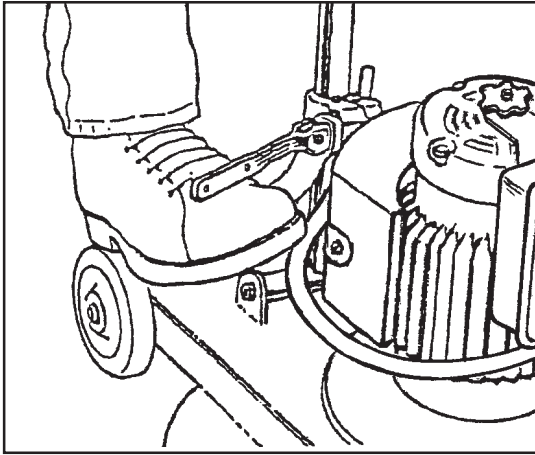

Figure 4
2. To lock the handle, push the locking lever down. See figure 4.
2. Para bloquear la tobera, empuje la palanca de bloqueo (hacia abajo). (Véase fig. 4)
1. La palanca de bloqueo se encuentra en la parte inferior del montante de la tobera. Levante la palanca con el pie. (Véase fig. 4).
2. Pour verrouiller le timon, presser le levier de verrouillage (vers le bas) (Voir fig.4)
1. Le levier de verrouillage se trouve sur la partie inférieure du montant du timon. Relever le levier avec le pied (Voir fig.4).